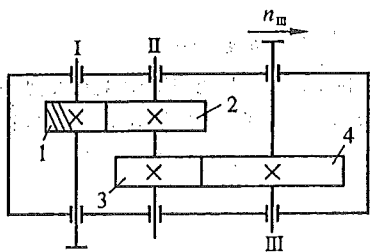

图 11-4
11-7 图 11-4 所示为两级斜齿圆柱齿轮减速器。已知轮 1 的螺旋线方向和 III 轴转向; 齿轮 2 的参数  $m_n = 3 \text{ mm}$ ,  $z_2 = 57$ ,  $\beta = 14^\circ$ ; 齿轮 3 的参数  $m_n = 5 \text{ mm}$ ,  $z_3 = 21$ , 求:
(1) 使 II 轴所受轴向力最小时, 齿轮 3 的螺旋线应是何旋向? 在图 11-4 上标出齿轮 2, 3 的螺旋线方向。
(2) 在图 11-4 上标出齿轮 2, 3 所受各分力方向。
(3) 如使 II 轴的轴承不受轴向力, 则齿轮 3 的螺旋角应取多大值?